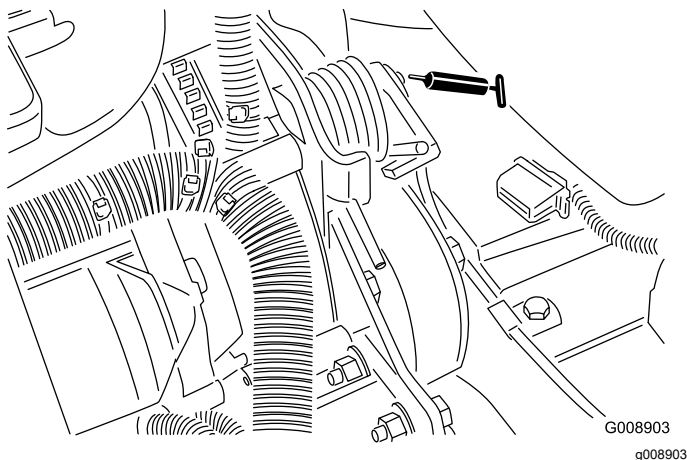

Figure 51
- Pivots de tension de courroie (Figure 51)